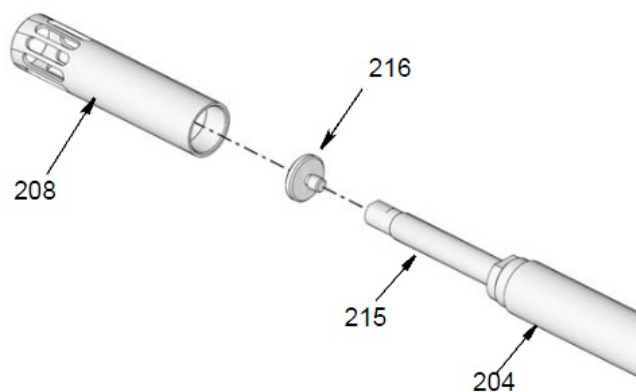

Рис. 36
Насос НР: вверните лопастной поршень (216) в конец сальникового штока (215). Зафиксируйте поршень (216) гаечным торцевым ключом, плоскую поверхность сальникового штока (215) монтажным ключом, закрепите лопастной поршень (рис. 36). Затяните до достижения
17. Вверните лопастной цилиндр (208) в цилиндр (204) насоса (рис. 36).